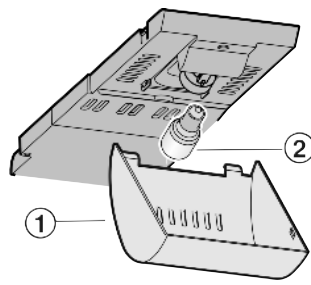

Fig. 14
- ▶ Возьмитесь за крышку Fig. 14 (1) спереди и снимите с крючка сзади.
- ▶ Лампу накаливания Fig. 14 (2) заменить.
- ▶ Снова наденьте крышку Fig. 14 (1).